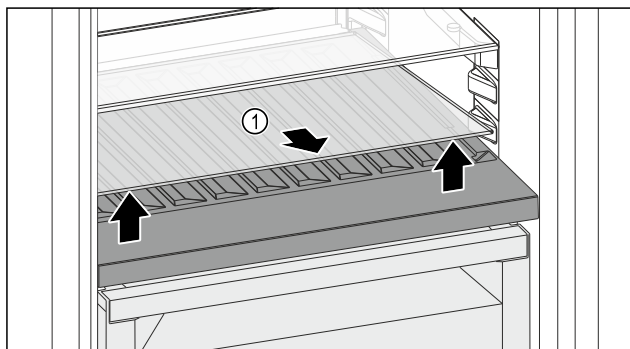

Fig. 161
- Скористайтесь пазом спереду, щоб підняти скляну полицю Fig. 161 (1) і вийняти її.
- Безпечно зберігайте скляну полицю Fig. 161 (1) за межами пристрою.
- Вставте скляну пластину (2) під змінну полицю для зберігання пляшок.